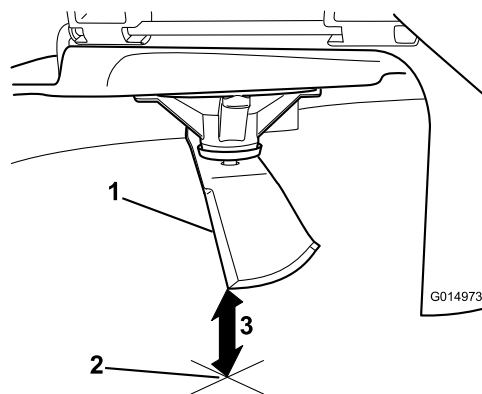

Figure 45
5. Mesurez la distance entre la pointe de la lame et la surface plane (Figure 45).